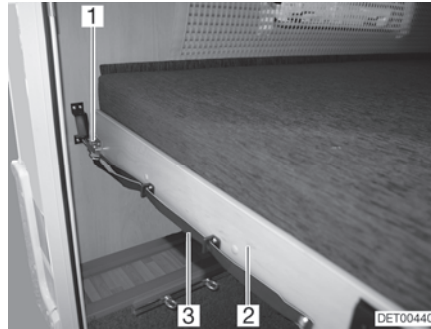

Bild 77 Etagenbett (Heck)
- An der Schlaufe (Bild 77,3) ziehen und den Riegel (Bild 77,1) lösen.
- Den Lattenrost (Bild 77,2) mit der Matratze nach vorn ziehen, bis er einrastet.